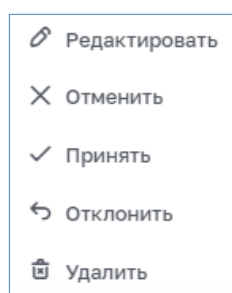

Рисунок 5 – Пример раскрытой кнопки-действий
- каждая строка таблицы содержит кнопку-действий , при нажатии на которую раскрываются кнопки возможных действий для выбранного элемента. Пример раскрытой кнопки-действий приведен на рисунке (Рисунок 5).